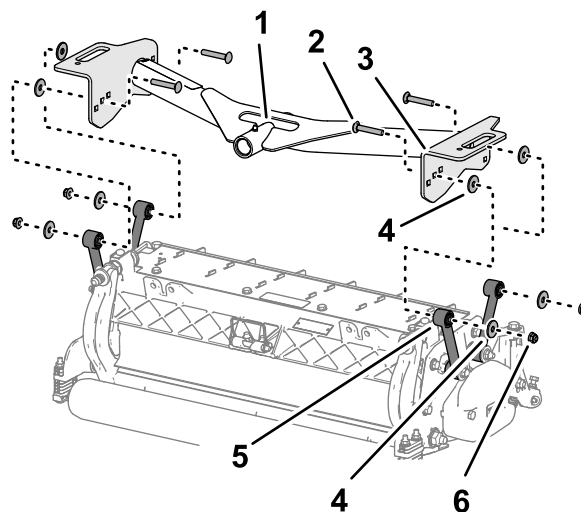

Bild 17
- Richten Sie die Löcher in den Platten des vorderen Trägerrahmens auf die Löcher in den Montageplatten des Mähwerks aus (**Bild 17**).
- Legen Sie eine Unterlegscheibe zwischen der Trägerplatte und dem Lenker ein (**Bild 17**) und montieren Sie die Platten und das Distanzstück lose mit einer Schlossschraube ($\frac{3}{8}$ " x $2\frac{1}{4}$ "), einer Unterlegscheibe und einer Sicherungsbundmutter ($\frac{3}{8}$ ").